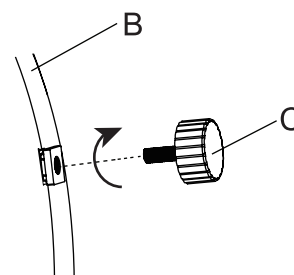

Figure 1
1. Com a ajuda de outra pessoa, coloque cuidadosamente a lareira (B) numa superfície plana e não abrasiva para evitar riscos. Verifique os quatro cantos inferiores, alinhe os pés (C) com os orifícios e aparafuse no sentido horário (ver Figure 1).